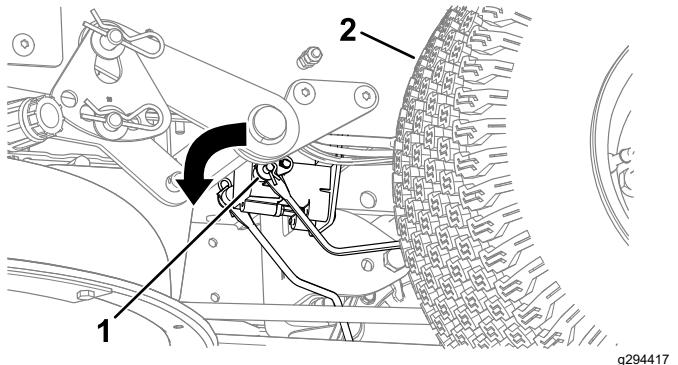

Figura 53
3. Localizai la frâna electrică arborele la care sunt conectate braele de cuplare (Figura 53).